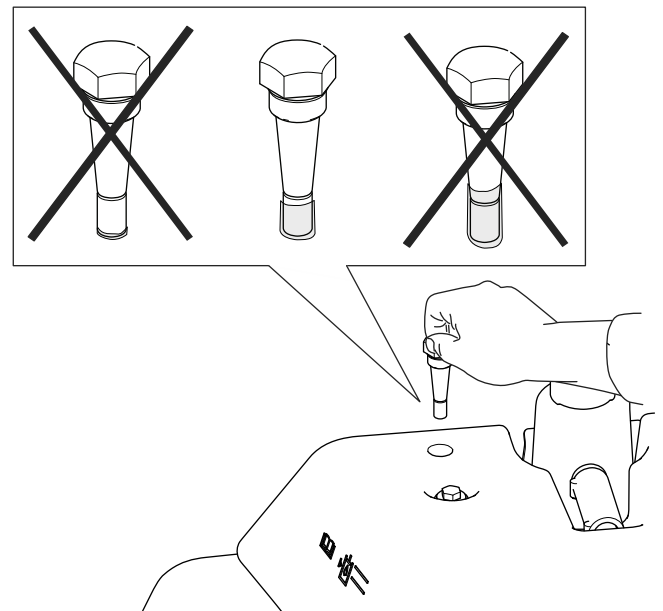

Figura 55
4. Retire la varilla y compruebe el nivel de fluido. Si está entre las marcas de la varilla, el nivel es correcto. Si el nivel de fluido no está entre las marcas, ajuste el nivel de fluido (Figura 55).